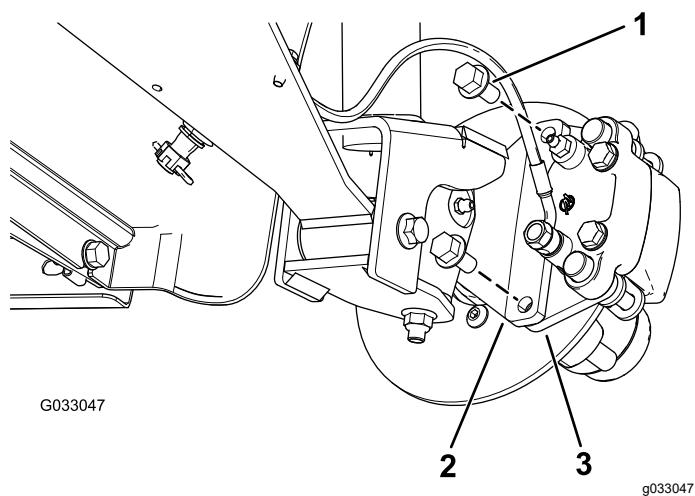
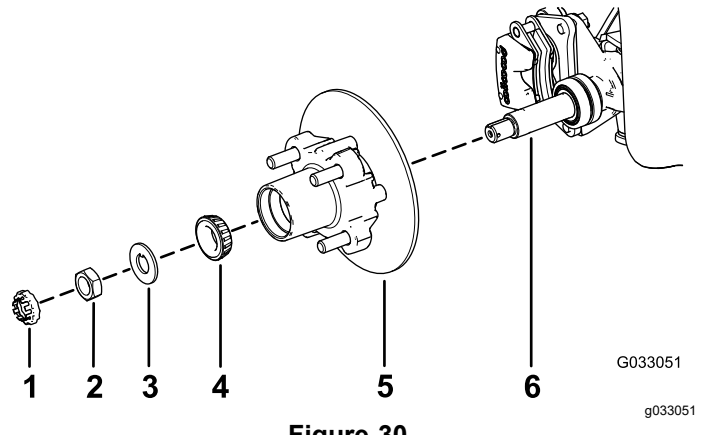

Figure 26
Figure 30
3. Retirez les boulons à embase ($\frac{3}{8}$ " x $\frac{3}{4}$ ") qui fixent le support du frein à la fusée et séparez le frein de la fusée (Figure 26).
1. Appliquez une fine couche de la graisse spécifiée sur la fusée (Figure 30).
2. Montez le moyeu et le rotor sur la fusée en plaçant le rotor à l'intérieur (Figure 30).
3. Montez le roulement extérieur sur la fusée et poussez le roulement contre la bague (Figure 30).
4. Montez la rondelle-frein à languette sur la fusée (Figure 30).
5. Vissez l'écrou de fusée sur la fusée et serrez l'écrou à 15 N·m tout en tournant le moyeu pour bien asseoir le roulement (Figure 30).
2. Alignez les plaquettes de frein de chaque côté du rotor (Figure 26) et alignez également les trous dans le support d'étrier et ceux de la fixation du frein sur le porte-fusée (Figure 30).
3. Fixez le support d'étrier au porte-fusée (Figure 26) à l'aide de 2 boulons à embase ($\frac{3}{8}$ " x $\frac{3}{4}$ ").